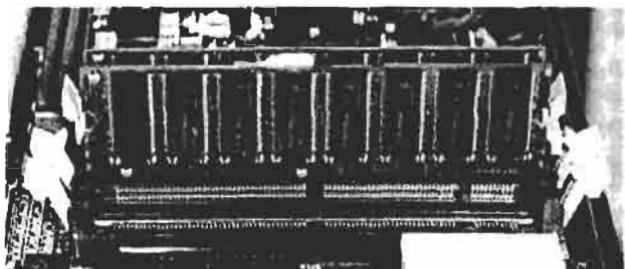

Figura II.9. Vista de la forma de colocar las memorias DIMM
**DIMMs:** más alargados (unos 13 cm), con 168 contactos y en zócalos generalmente negros; llevan dos muescas para facilitar su correcta colocación (Figura II.9). Pueden manejar 64 bits de una vez, por lo que pueden usarse de 1 en 1 en los Pentium o Pentium II. Existen para voltaje estándar (5 voltios) o reducido (3.3 V).